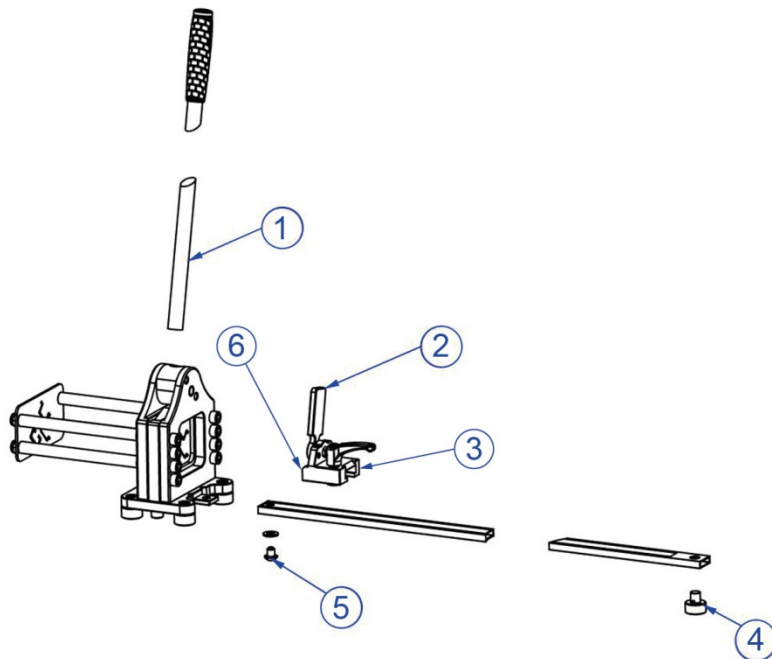

Рис. 3: Последовательность монтажа
- Сначала вернуть рычаг в эксцентрик (Рис. 3, поз. 1) и затянуть его.
- Затем установить линейку с маркировкой на выступ панели основания и зафиксировать с помощью винта M10x16 и шайбы (Рис. 3, поз. 5).
- Теперь надеть упор (Рис. 3, поз. 3) на линейку, как показано на рисунке и вставить отдельную ножку (Рис. 3, поз. 4) в задний проем линейки.
- Для этого установить упор со считывающей кромкой (Рис. 3, поз. 6) напр. на 112,5 мм и измерить расстояние между крышкой упора (Рис. 3, поз. 2) и режущей панелью с помощью стальной линейки.
- Затянуть винт M10x16 (Рис. 3, поз. 5), чтобы линейка была точно зафиксирована.